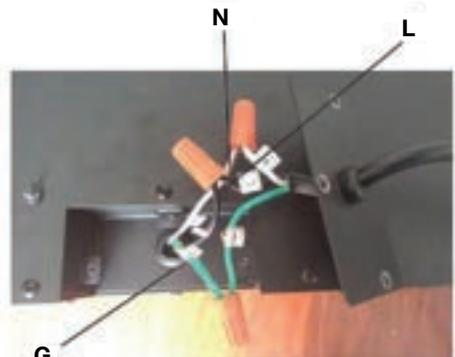

Fig. 4
- À l'aide des connecteurs de fils, connectez les fils verts de masse (G) et les fils blancs communs (N) ensemble, puis les fils noirs chauds (L) (**Fig. 4**).